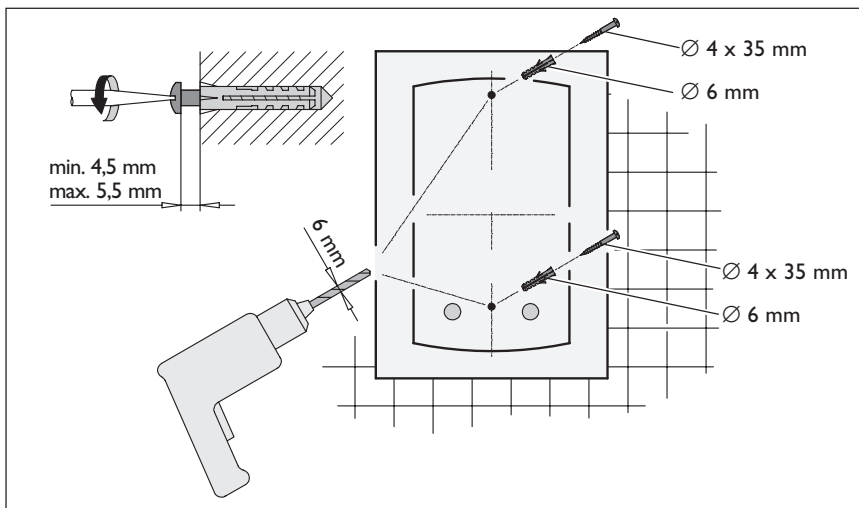

Рис. 8
4. Определить с помощью монтажного шаблона месторасположение отверстий и просверлить их. Вставить дюбели и завинтить винты (обратить внимание на глубину ввинчивания, см.рис. 8).